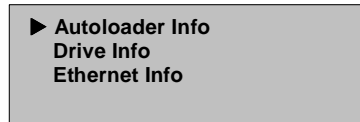

図56: [SuperLoader Info]の選択
3. [Status]サブメニューで、[SuperLoader Info]にスクロールします (図56を参照)。
3. [Status]サブメニューで、[Drive Info]にスクロールします（図56を参照）。